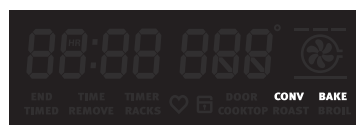

Fig. 43 Affichage de la cuisson à convection
**CONV BAKE** (figure 43) (rôtissage à convection) apparaîtra sur l'affichage des commandes et le four commencera à chauffer. Lorsque le four aura atteint la température programmée, un signal sonore indiquant que le four est prêt retentira.